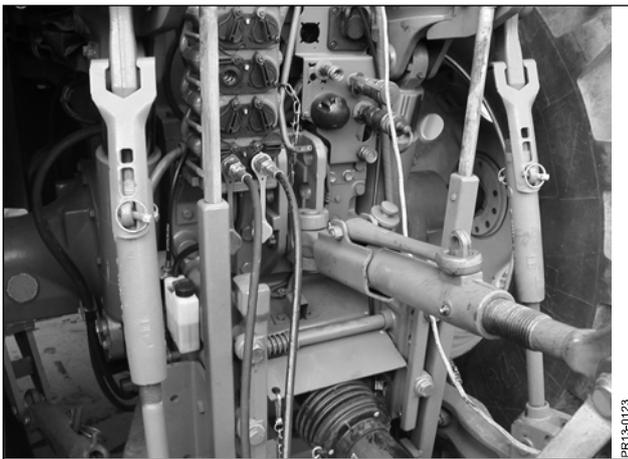

Fig. 3-3
- Fig. 3-3** 6) Connettere le uscite idrauliche a doppio effetto.